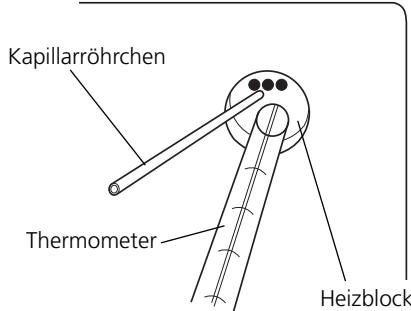

**Abb. 3**
4. Den Kolben des giftfreien Thermometers seitlich in den Heizblock einschieben (siehe Abb. 3). Das andere Ende des Thermometers liegt auf der Halterung auf.